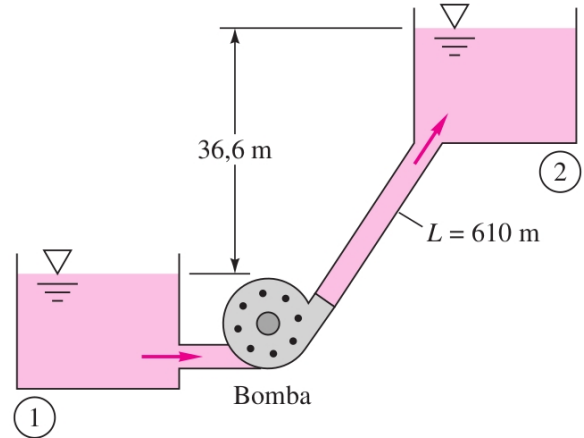

Figura 20: Reservatórios.
**Exercício 23.** Água deve ser bombeada por um tubo de  $610 \text{ m}$  do reservatório 1 para o reservatório 2 a uma taxa de  $85 \text{ L/s}$ , como mostra a figura 20. Se o tubo é de ferro fundido ( $\epsilon = 0,25 \text{ mm}$ ) de  $150 \text{ mm}$  de diâmetro, qual é a potência necessária, em  $\text{kW}$ , para a bomba? Resposta:  $\dot{W}_{\text{bomba}} = 118856 \text{ W}$ .